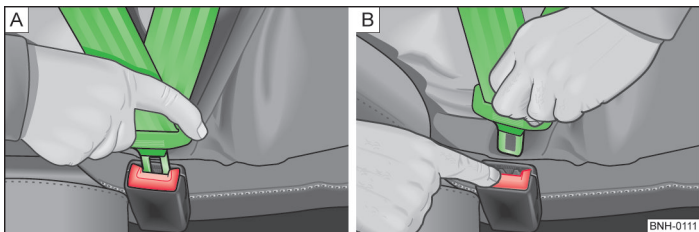

Abb. 155 Sicherheitsgurt anlegen / ablegen
- › Die Schlossezunge in das zum Sitz gehörende Gurtschloss stecken, bis diese hörbar einrastet » Abb. 155 - [A].
- › Die rote Taste im Gurtschloss » Abb. 155 - [B] drücken, die Schlossezunge springt heraus.